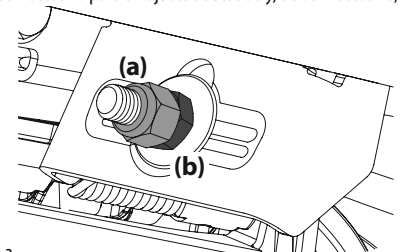

Figura 40
4. Vuelva a instalar el hardware que retiró anteriormente y apriete la tuerca a 28-35 pies-libras (38-47 N-m). Vea la Figura 40.
5. Para elevar el frente de la plataforma, extraiga la tapa de extremo, afloje la contratuercas exterior (a) y apriete (rosca hacia adentro) la tuerca interior (b) contra la ménsula de suspensión delantera. Consulte la Figura 40. Una vez alcanzado el ajuste adecuado, vuelva a ajustar la contratuercas exterior (a) y vuelva a colocar la tapa de extremo.
6. Para bajar el frente de la plataforma, extraiga la tapa de extremo, afloje la contratuercas exterior (a) y afloje (rosca hacia afuera) la tuerca interior (b) alejándola de la ménsula de suspensión delantera. Consulte la Figura 40. Cuando se logre el ajuste correcto, vuelva a apretar la contratuercas externa (a) hasta 57 pies-libras (77.28 N-m) y vuelva a colocar la tapa de extremo.